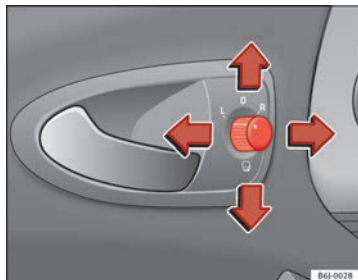

Abb. 68 Drehknopf für Außenspiegeleinstellung
1. Drehen Sie den Drehknopf $\Rightarrow$ Abb. 68 zunächst in Stellung L (linker Außenspiegel).
- Drehen Sie den Drehknopf $\Rightarrow$ Abb. 68 in Stellung , um die Außenspiegel anzuklappen. Sie sollten die Außenspiegel immer anklappen, wenn Sie eine automatische Waschanlage durchfahren, um Beschädigungen zu vermeiden.